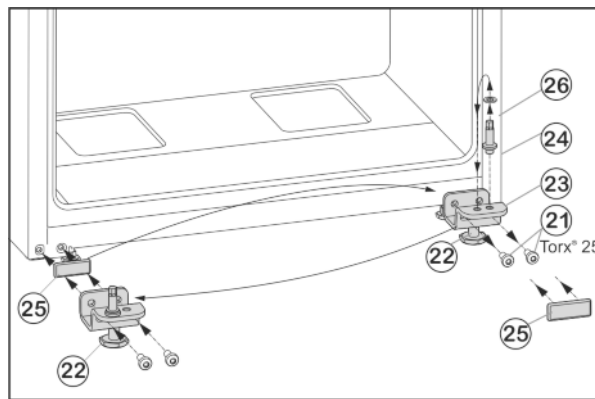

Fig. 9
- ▶ Upevňovací šrouby Fig. 9 (21) odšroubujte.
- ▶ Vyměňte spodní stojan ložiska Fig. 9 (23) i s ložiskovým čepem Fig. 9 (24), podložkou Fig. 9 (26) a seřizovací nožkou Fig. 9 (22).
- ▶ Ložiskový čep Fig. 9 (24) kompletně odšroubujte i s podložkou Fig. 9 (26), přemístěte do protilehlého upínacího otvoru stojanu ložiska a opět přišroubujte.
- ▶ Krycí desku Fig. 9 (25) opatrně sejměte a přemístěte ji na protější stranu.
- ▶ Dolní stojan ložiska Fig. 9 (23) opět kompletně, i s ložiskovým čepem Fig. 9 (24), podložkou Fig. 9 (26) a seřizovací nožkou Fig. 9 (22), případně s pomocí akumulátorového šroubováku **silou (4 Nm)** našroubujte na nové straně závěsu dveří.
- ▶ Dveře nasadíte shora na ložiskový čep Fig. 9 (24).
- ▶ Seřizovací nožku Fig. 9 (22) na spodním stojanu ložiska Fig. 9 (23) vytáčejte, až dosedne na zem.